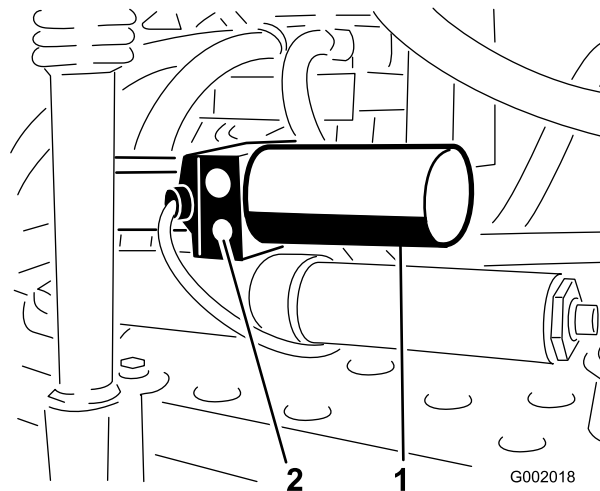

Figura 61
1. La valvola di sicurezza manuale è situata sull'attuatore di ogni barra. La valvola di sicurezza manuale è la valvola più piccola, che si trova solo su un lato del corpo dell'attuatore (Figura 61).